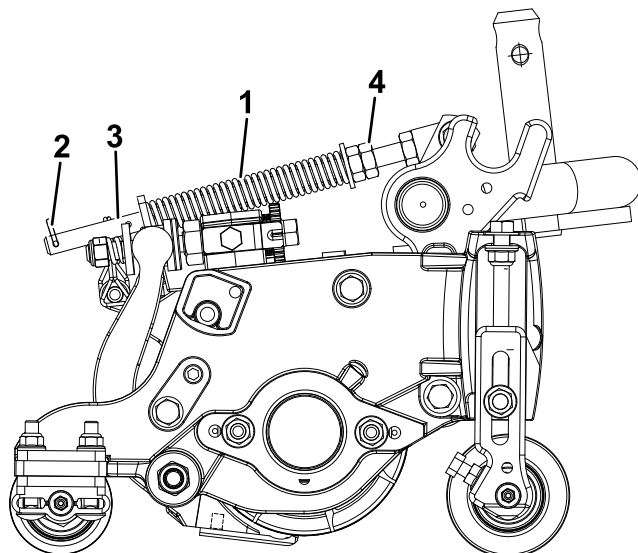

Figura 12
La molla di compensazione del manto erboso (Figura 12) trasferisce il peso dal cilindro anteriore al cilindro posteriore, per contribuire a ridurre l'ondulazione del manto erboso, detta anche fluttuazione o bobbing.
- Verificate che la coppiglia sia montata nel foro posteriore dell'asta della molla (Figura 12).
- Serrate i dadi esagonali sul lato anteriore dell'asta della molla, finché la lunghezza compressa della molla non è di 12,7 cm (Figura 12).